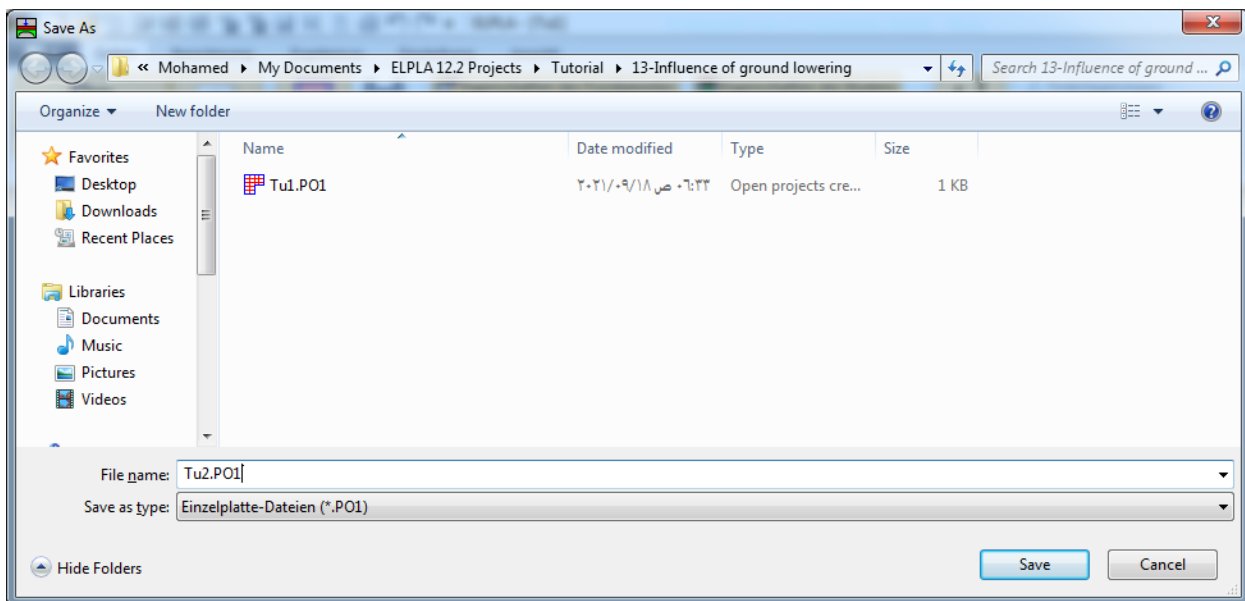

Bild 13.36 Dialogfeld "Speichern unter"
- Wählen Sie "Projekt speichern unter" aus dem "Datei"-Menü. Das folgende Dialogfeld "Speichern unter" im Bild 13.36 erscheint